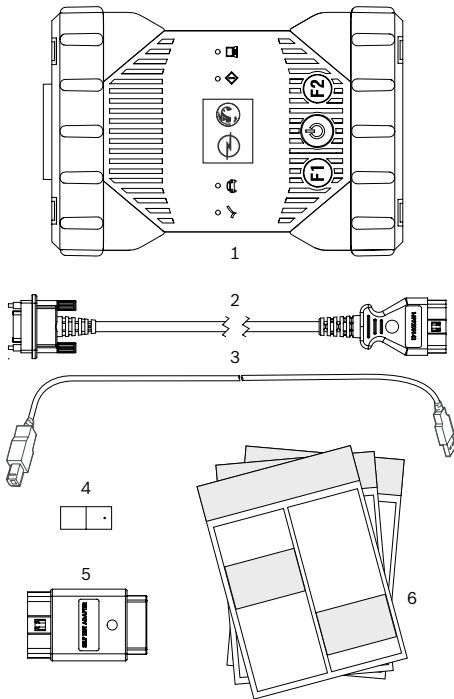

Fig. 1: Leveransomfattning (1a eller 1b)
1. Anslut Opel-Vauxhall-VCI (fig. 1, pos. 1) till datorn med den medföljande USB-kabeln (fig. 1, pos. 3).
1. Anslut Opel-Vauxhall-VCI (fig. 1, pos. 1) till OBD-anslutningen i fordonet med OBD-anslutningsledningen (fig. 1, pos. 2).